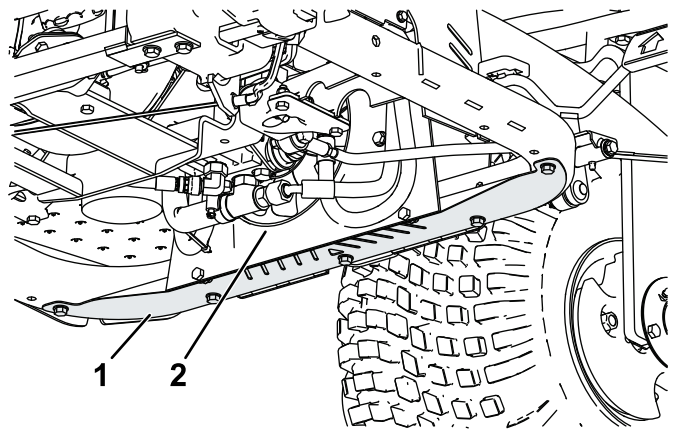

Figura 44
- Îndepărtați protecția de la partea inferioară (Figura 44).
- Folosind o tijă de aer comprimat, suflai aer între paletele ventilatorului (Figura 44) pentru a forța materialul să iasă din locul în care a intrat.